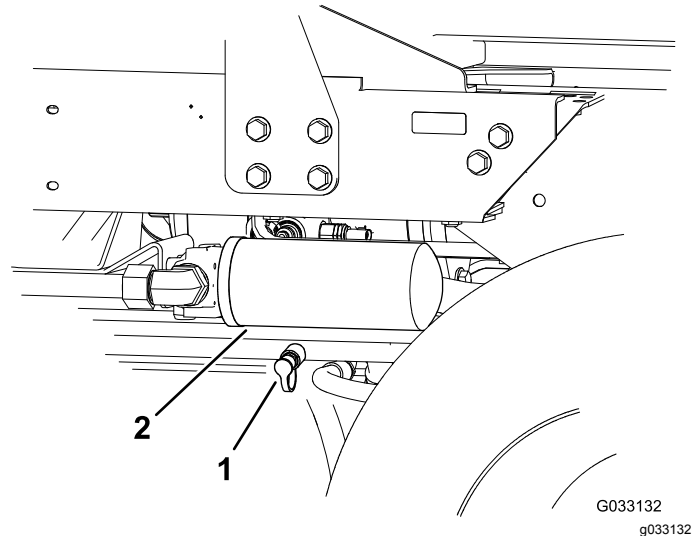

Figure 39
2. Branchez un flexible hydraulique entre le raccord de diagnostic monté dans le collecteur de déplacement arrière et la prise d'essai de pression de déplacement en marche arrière (Figure 39).